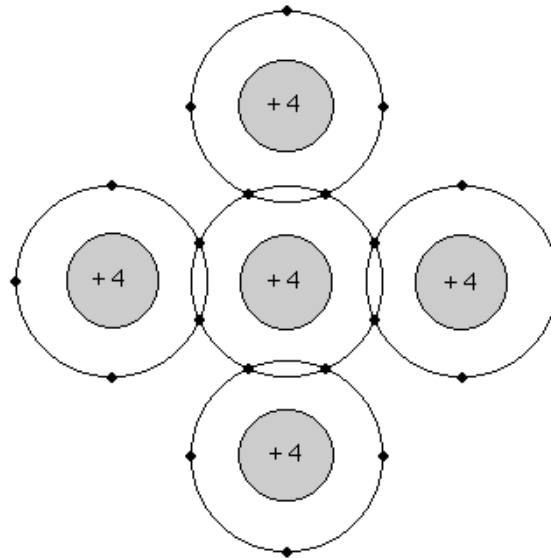

Figura 3.6. Representación de un cristal de silicio
*Al combinarse los átomos de silicio para formar un sólido, forman una estructura ordenada llamada cristal. Esto se debe a los "Enlaces Covalentes", que son las uniones entre átomos que se hacen compartiendo electrones adyacentes de tal forma que se crea un equilibrio de fuerzas que mantiene unidos los átomos de Silicio, figura 3.6.*